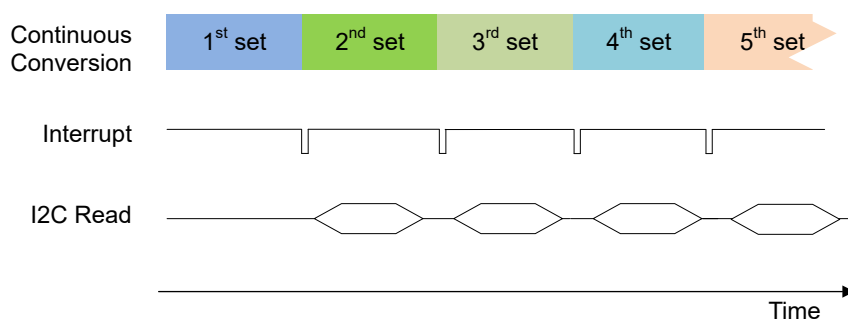

图 8-10. 使用交流线路电源进行连续转换
- 等待 $\overline{\text{INT}}$ 信号置为低电平以指示转换完成。当 $\overline{\text{INT}}$ 变为低电平时，使用一个读取命令执行 16 位 T、X、Y、Z 寄存器读取（请参阅图 8-10）。